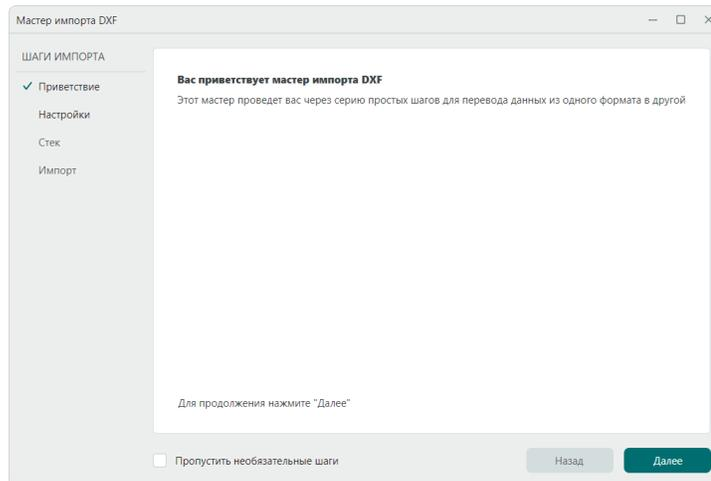

Рис. 78 Стартовое окно мастера импорта .dxf
2. Нажмите кнопку «Далее» в открывшемся стартовом окне мастера импорта DXF», см. Рис. 78.